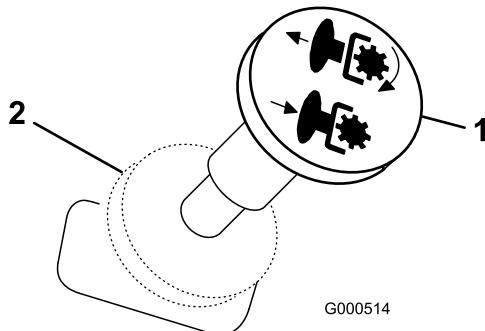

Figura 13
- Tire del mando de la toma de fuerza (PTO) para engranarla (Figura 13).
Para desengranarla, empuje el mando de la toma de fuerza (PTO) a la posición **Desengranada** (Figura 13).